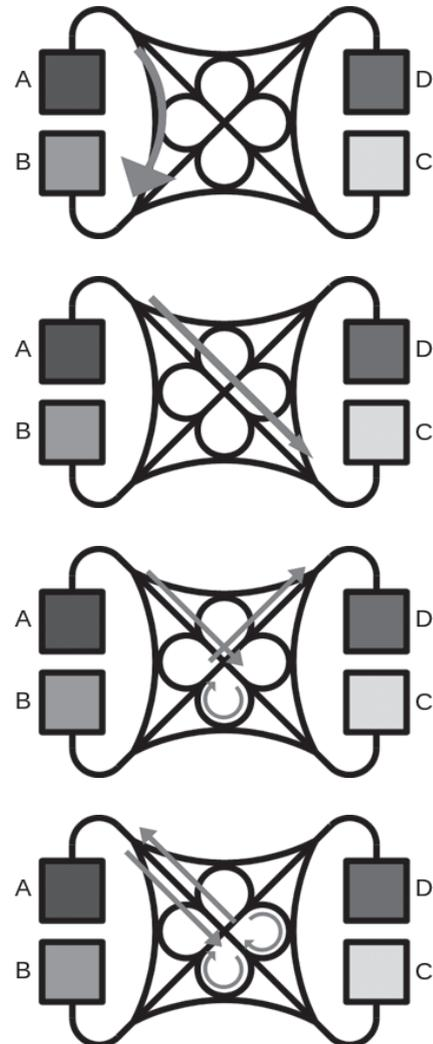

Рис. 5. Схемы движения на полигоне «Развязка»
- при маневрировании на трассе действуют стандартные правила проезда автомобильных развязок подобного типа с правосторонним движением (рис. 5),